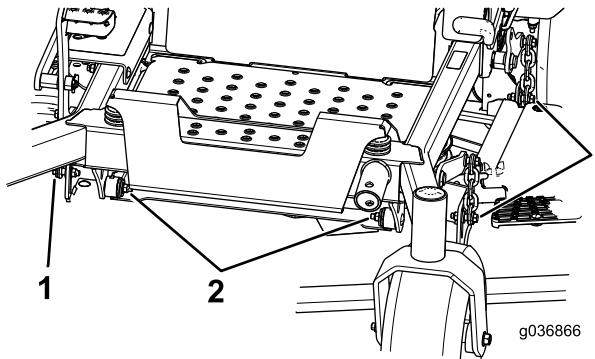

図 85
7. 機体左右のボルト・ナットを取り外して保管する図 85。